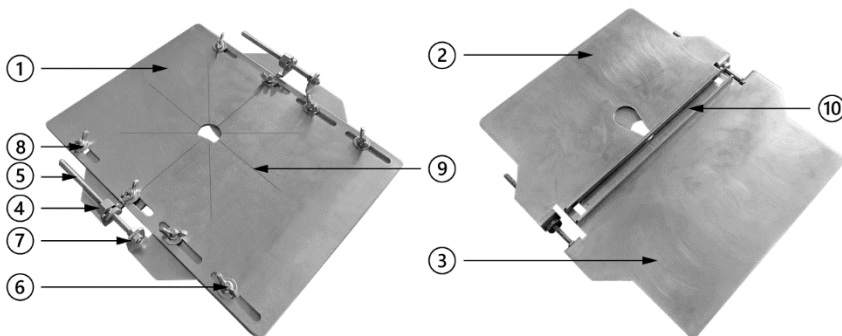
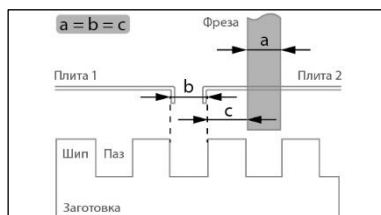
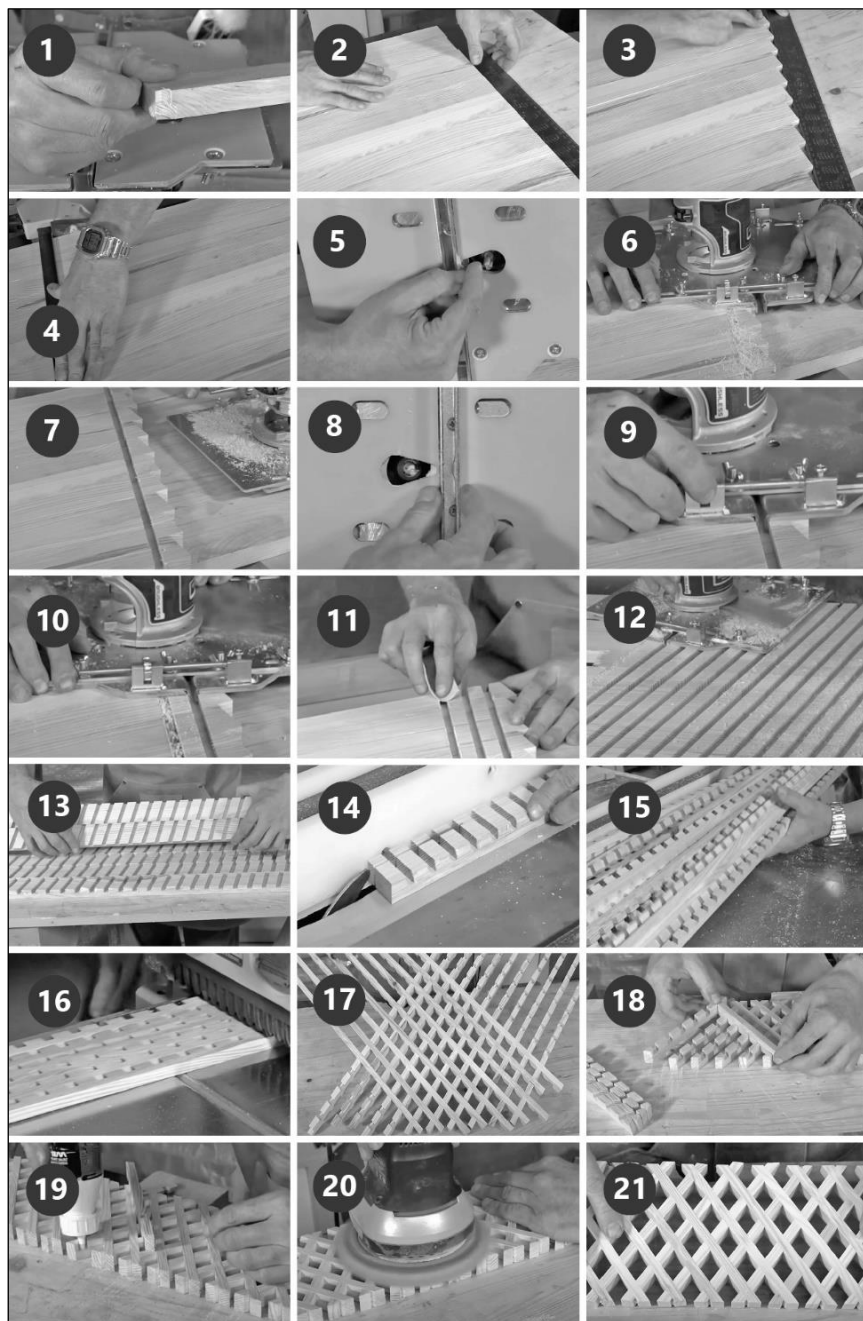

Рисунок 2.
Рисунок 3.
Рисунок 4.
Перед установкой фрезера необходимо вывернуть гайки-барашки 8 (рис. 2) и снять основание 1.
Установите фрезу необходимого диаметра (a) мм (рис. 3) так, чтобы ее ножи располагались вдоль продольной оси приспособления.
Затем опустите и зафиксируйте фрезу в этом положении. Отрегулируйте расстояние от бортика направляющей до фрезы (c) мм так, чтобы его размер был равен диаметру фрезы (a) мм. Для этого, с помощью штангенциркуля, замерьте и зафиксируйте диаметр фрезы. Ослабьте крепление регулировочной плиты 2 (рис. 2). Переместите плиту до плотного касания бортика направляющей и фрезы со штангенциркулем. Затяните гайки-барашки 8 плиты 2.
Правильно настроенное приспособление позволяет сделать плотное шиповое соединение. Это особенно актуально при малой ширине деталей и малом количестве шипов. На широких деталях с большим количеством шипов для более легкой сборки соединение можно сделать прослабленным. Для этого необходимо уменьшить расстояние (c) мм (рис. 3).
Установите плиту 3 (рис. 2) таким образом, чтобы размер паза направляющих (b) мм (рис. 3) по внешней стороне бортиков был равен диаметру фрезы (a) мм. Для этого ослабьте гайки-барашки 8 плиты 3 (рис. 2). С помощью штангенциркуля, замерьте и зафиксируйте диаметр фрезы. Установите штангенциркуль по внешним сторонам бортиков направляющих. Подкручивайте гайку 4 до плотного касания бортиков направляющей и штангенциркуля. Проделайте эту настройку с двух сторон, чтобы исключить перекося направляющих. Зафиксируйте плиты 2 и 3 в этом положении, затянув гайки-барашки 8.
Настройка шипорезного устройства для фрезерования решеток начинается с выставления вылета фрезы. Он должен равняться половине толщины заготовки. Для этого можно воспользоваться измерительной техникой или выставить вылет фрезы по факту, сделав пробный проход с двух сторон заготовки. Правильной настройке вылета фрезы свидетельствует отсутствие «усика» по центру (рис. 4–1).
Следующим этапом создания решетки будет фрезерование шип-пазов. Они могут быть нарезаны на цельном щите с последующим распиливанием на рейки или на всех заранее подготовленных деталях одновременно. Для этого необходимо уложить заготовки на рабочий стол продольной стороной и выровнять их положение по одному краю с помощью большого угольника или линейки. Для выполнения решетки с квадратными рисунком выравнивание деталей необходимо выполнить согласно рисунку 4–2. Для выполнения решетки с ромбовидным рисунком выполните выравнивание под углом, согласно рисунку 4–3. После этого зафиксируйте все детали между собой струбцинами (рис. 4–4).
Для фрезерования стартового паза установите максимальное расстояние от бортика направляющей до фрезы (рис. 4–5). Это позволит сделать первый паз, не прибегая к торцеванию деталей под углом. См. п. 3.2 «Настройка шипорезного устройства».
Установив настроенный фрезер с шипорезным устройством с торцевого края заготовок, плотно оперевшись бортиком направляющей, сделайте первый проход, пользуясь приспособлением как параллельным упором (рис. 4–6, 7).
После этого при помощи штангенциркуля установите расстояние от фрезы до бортика, соответствующее размеру окна и зафиксируйте плиту 2 (рис. 2).
Следующим шагом в настройке будет выставление паза направляющих. Расстояние между двух бортиков по внешней стороне должно быть равно диаметру установленной фрезы (рис. 4–8, 9) см. п. 3.2 «Настройка шипорезного устройства». Также настройку подвижных плит можно произвести, установив их в первый паз. Производя регулировку гайками 4 (рис. 2) необходимо добиться, чтобы приспособление ходило в пазе с легким натягом и не имело люфтов. По окончании регулировки зафиксируйте плиту 3, закрутив гайки-барашки 8.
После настройки направляющих установите фрезер с шипорезным устройством направляющими в первый паз и сделайте второй проход (рис. 4–10).
Для лучшего скольжения направляющих необходимо зачищать пазы после каждого прохода наждачной бумагой (рис. 4–11). Убирать заусенцы после каждого прохода необходимо для плотного прилегания направляющих к пазу. Если этого не сделать, то глубина каждого последующего паза будет становиться меньше. Оставшиеся шип-пазы выполняйте тем же способом, устанавливая направляющие в предыдущий паз (рис. 4–12).
Освободите заготовки от струбцин и изготовьте рейки нужной ширины на циркулярном станке (рис. 4–13, 14, 15). После чего доведите их до нужной ширины на рейсмусе (рис. 4–16).
Получившиеся рейки распилите на кусочки нужной длины и предварительно промазав пазы клеем соедините их между собой (рис. 4–17, 18, 19).
После соединения всех деталей в единую конструкцию отшлифуйте поверхность и распилите решетку на сегменты нужного размера (рис. 4–20, 21).
- диаметр фрезы = расстояние от фрезы до бортика направляющей = ширина паза направляющих по внешнему краю ($a = b = c$, рис. 3).
Установлено слишком большое расстояние «с», рис. 3	Произвести корректировку положения пластин